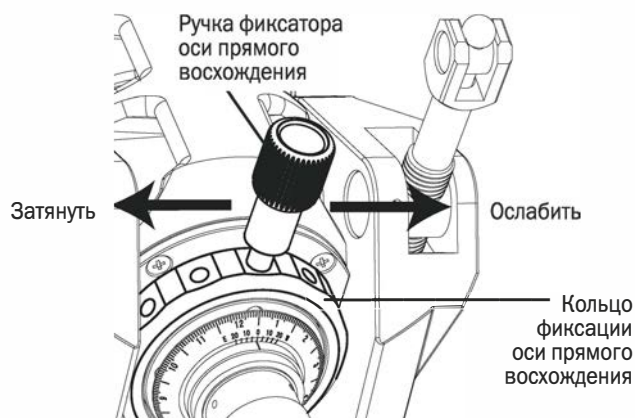

Рис. 2.1a
1. Для вращения телескопа по оси прямого восхождения, ослабьте фиксатор оси прямого восхождения (рис. 2.1a).
2. Для регулировки степени фиксации, можно изменить положение ручки фиксатора на кольце оси прямого восхождения (рис. 2.1a).